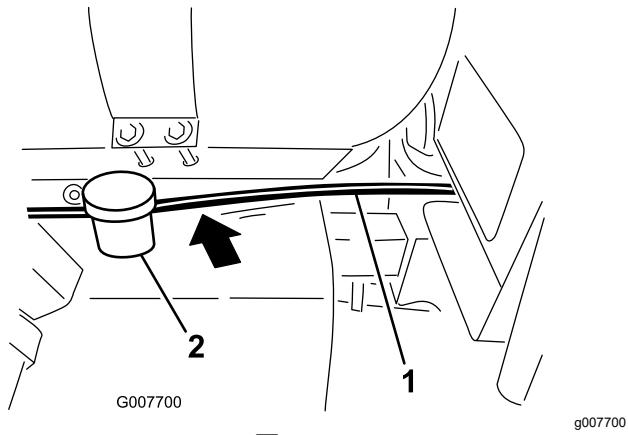

图 6
1. 沿机器机架槽从水箱和压缩机支架位于化学药剂缸下方和燃油箱后方向前布置泡沫浓稠度控制管4.9m并朝向座椅箱下方的区域图6。